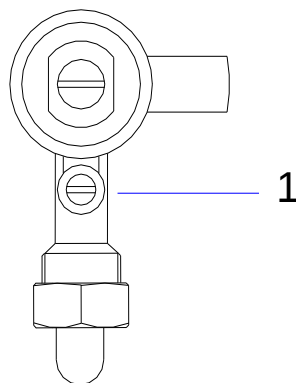

Abbildung 8
- Durch die Öffnung des Deckels der Bedienungselemente, stecken Sie einen Schraubenzieher ein und drehen Sie die Schraube (1) **Abb. 8** im Uhrzeigersinn, um die Mindestleistung zu verringern oder gegen den Uhrzeigersinn, um die Mindestleistung zu erhöhen.